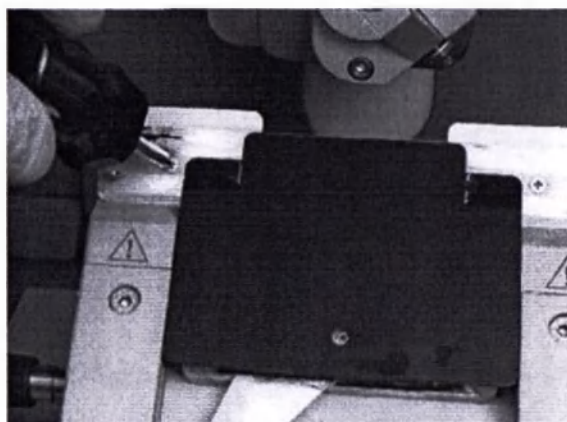

Рисунок 8.19
2. С помощью отвертки Phillips № 2 осторожно снимите два винта, которые крепят переходник планки под лезвия (Рисунок 8.19). Отложите винты.